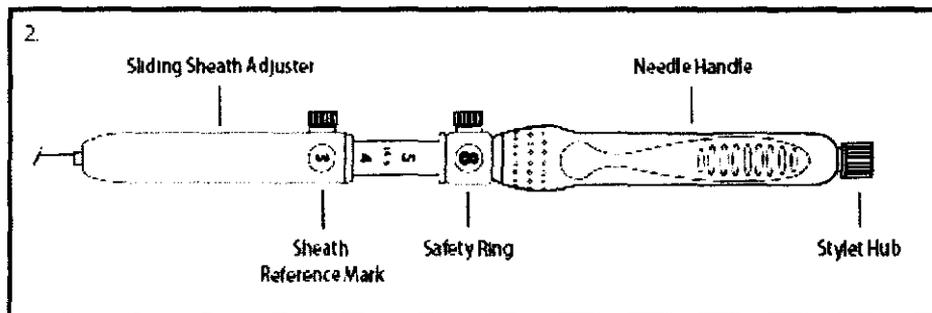

Figura 2a
3. Haga avanzar el dispositivo en el interior del endoscopio para determinar la longitud de vaina deseada. Para ajustar la longitud, afloje el tomillo de mano del ajustador deslizante de la vaina y deslícelo hasta obtener la longitud deseada. **Nota:** La marca de referencia de la longitud de la vaina aparecerá en la ventana del ajustador deslizante de la vaina. (Vea figura 2a). Ajuste el tomillo de mano del ajustador deslizante de la vaina para mantener la longitud deseada de la vaina.
- 3.1 Haga avanzar el dispositivo en el interior del endoscopio para determinar la longitud de vaina deseada. Para ajustar la longitud, afloje el tornillo de mano del ajustador deslizante de la vaina y deslícelo hasta obtener la longitud deseada. **Nota:** La marca de referencia de la longitud de la vaina aparecerá en la ventana del ajustador deslizante de la vaina. (Vea figura 2a). Ajuste el tornillo de mano del ajustador deslizante de la vaina para mantener la longitud deseada de la vaina.